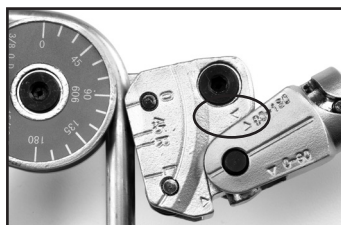

Рис. 13 – Поворот рукояти
2. Поворачивайте рукоять вокруг каретки, пока треугольная метка угла 90~180° на рукояти не совместится с треугольной меткой на каретке (рис. 13).